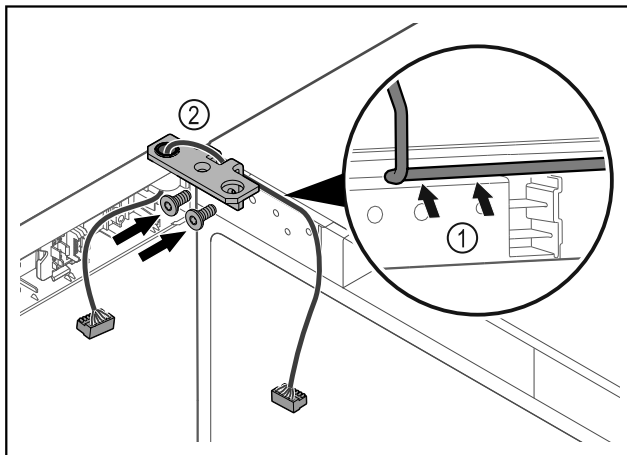

Fig. 45
- Кабель провести через виїмку шарнірного кутика і обережно прокласти Fig. 45 (1).
- Накрутити шарнірний кутик Fig. 45 (2).